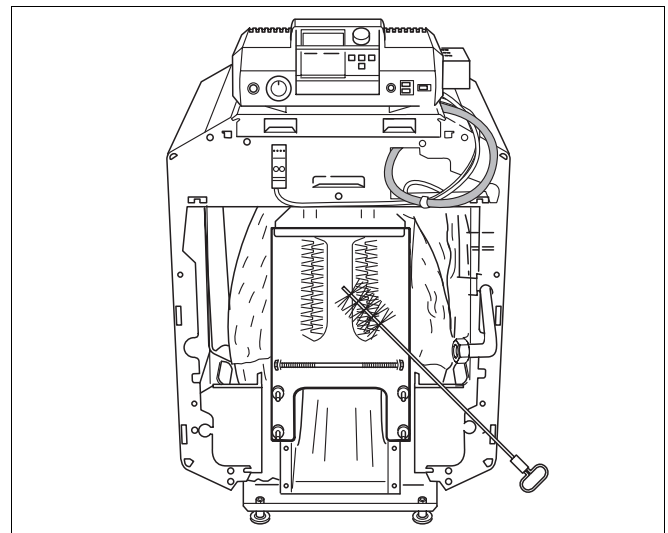

Abb. 43 Bürstenreinigung
- Heizgaszüge oben beginnend horizontal durchbürsten (Abb. 43).